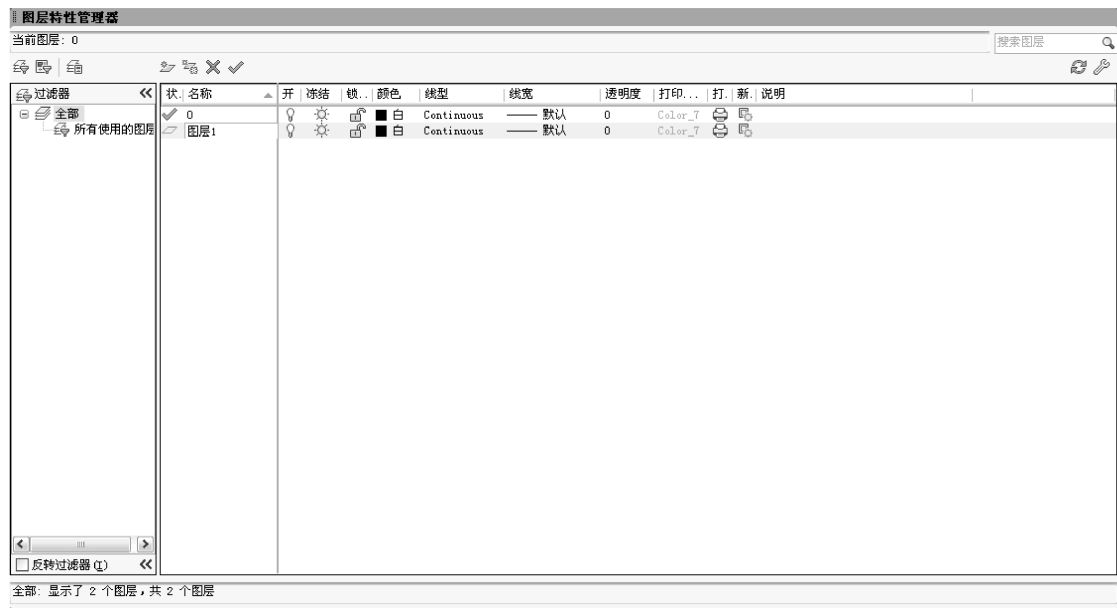

图 3-3 “图层特性管理器”对话框
AutoCAD 通过“图层特性管理器”设置图层。调用“图层”工具栏的“图层特性管理器”命令，打开“图层特性管理器”对话框，如图 3-3 所示。在“图层特性管理器”对话框的图层列表中，设置图层各参数，主要包括图层的名称、颜色、线型、线宽等参数的设置。
工具栏: 图层→图层特性管理器→新建图层 (新建如图 3-3 所示“图层 1”)。
- Step 2 新建“中心-细点画线”图层：调用“图层”工具栏的“图层特性管理器” 图标 命令，打开图 3-3 所示“图层特性管理器”对话框。单击“新建图层” 按钮，新建“图层 1”。更改图层名称为“中心-细点画线”。